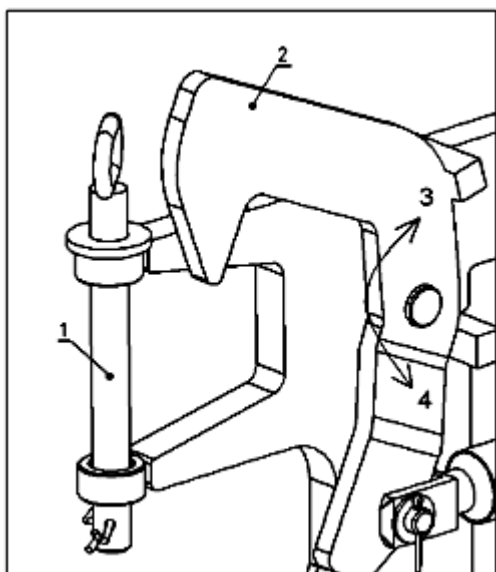

Рисунок 6.
Снять 2 предохранительных пальца (1) (рис. 6).
Закрывать предохранительные крюки (2) (рис. 6) (положение 4) при помощи гидравлического распределителя простого действия.
Поставить 2 предохранительных штыря (1) (рис. 6).